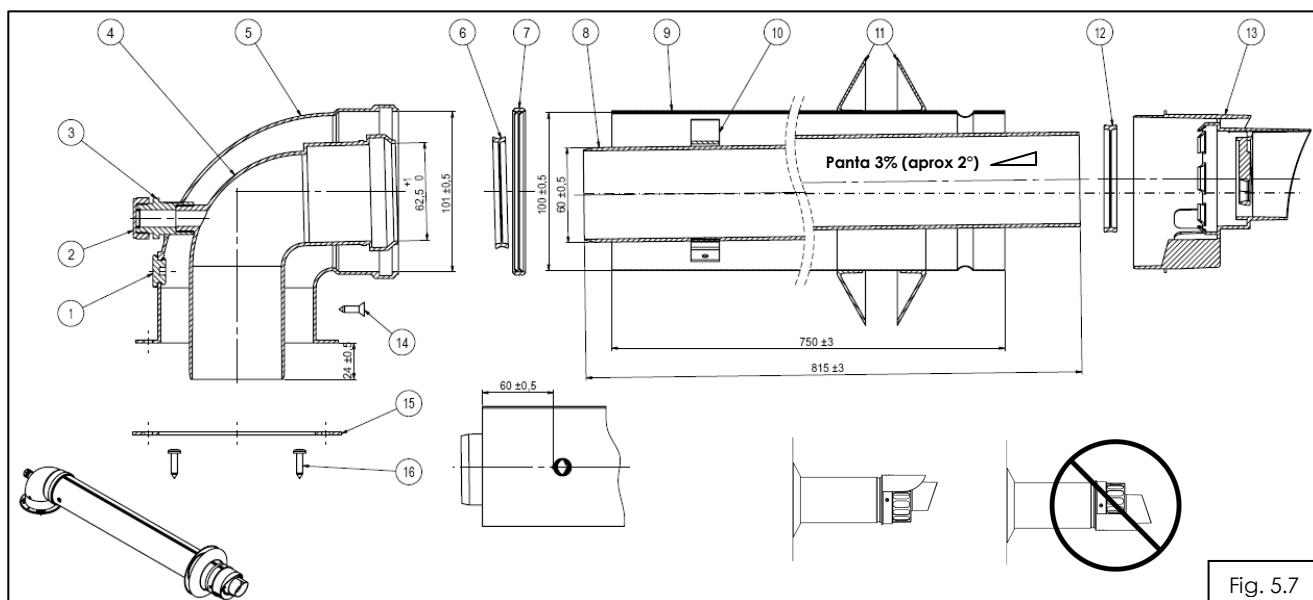

Fig. 5.7
**5.7.1 Utilizare kit coaxial condensare (tub interior plastic)- fig.5.7**
**Kitul de admisie-evacuare coaxial, fig.5.7 se livreaza impreuna cu centrala.** Evacuarea gazelor arse se face printr-un tub de diametrul Ø60 mm, coaxial cu tubul de admisie a aerului de diametrul Ø100mm.